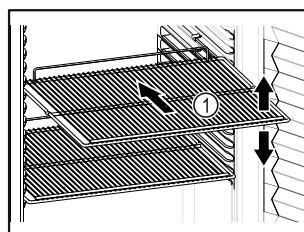

Fig. 59 Vejledende illustration
- Tilpas højden, når bæreristerne Fig. 59 (1) kan flyttes.